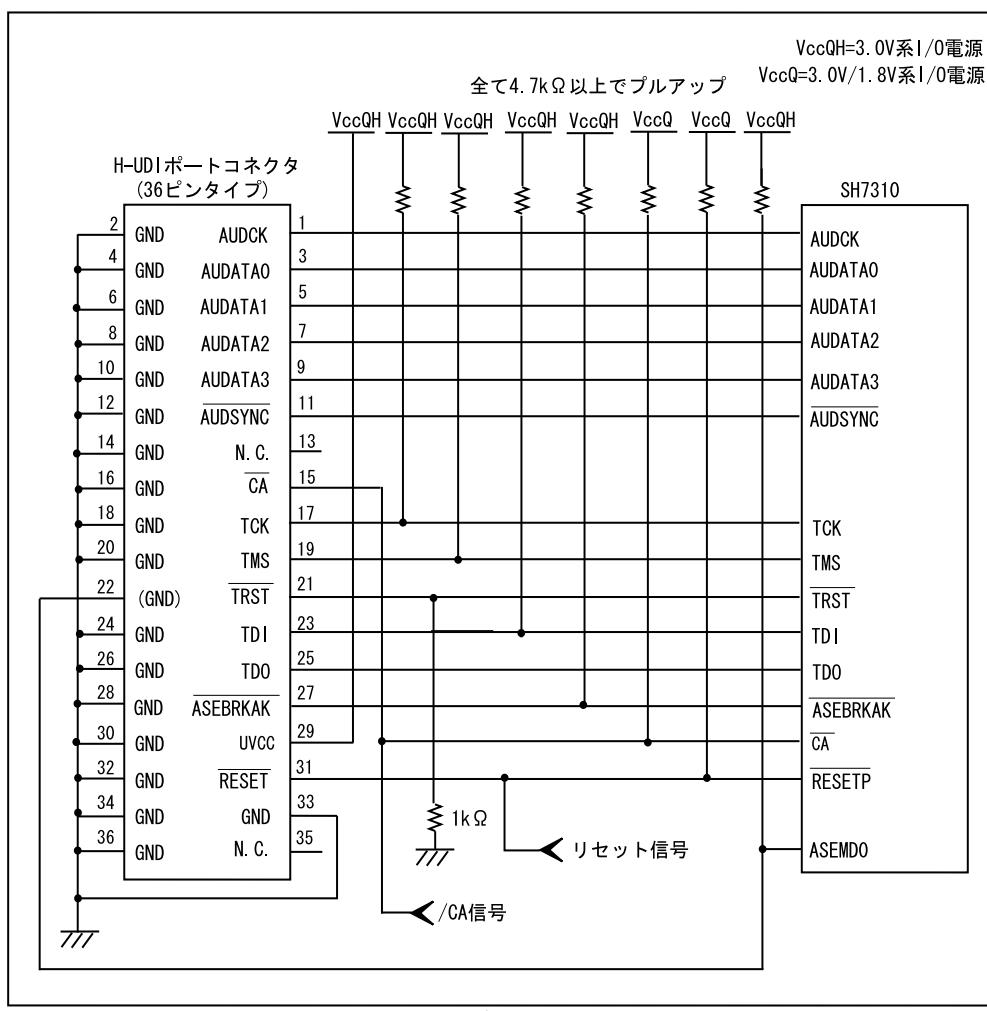

図 1.3 E10A-USB 使用時の H-UDI ポートコネクタ - チップ間の推奨接続例
- 図 1.3 推奨接続例で回路を組んだ場合の E10A-USB エミュレータのスイッチ設定：SW2=1, SW3=1 スイッチ設定の詳細は、「SuperH™ファミリ用 E10A-USB エミュレータユーザーズマニュアル デバッガ編 3.8 章 DIP スイッチの設定」を参照してください。